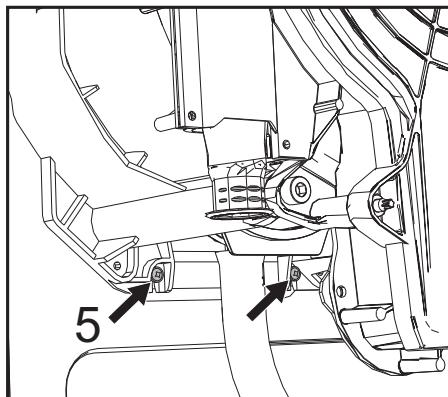

fig. 49
- Slăbiți cele 2 șuruburi **de jos “5”** care fixează schimbătorul de căldură de șasiu (fig. 49)